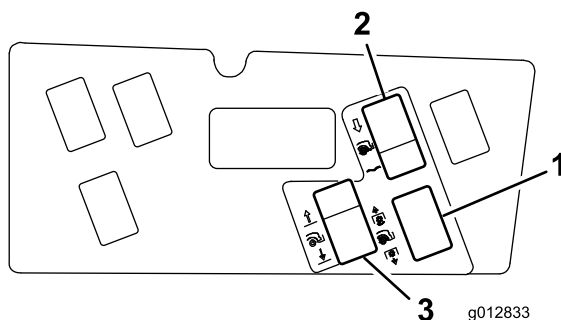

Figure 29
10. Nettoyez la surface du panneau de commande et apposez l'autocollant autour des trous exposés (Figure 29).
11. Insérez les interrupteurs dans les trous appropriés (Figure 29).